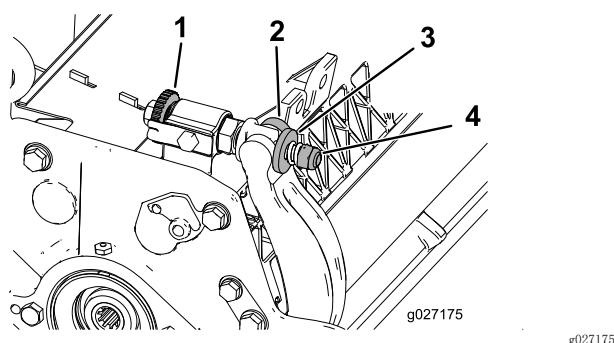

图29
1. 逆时针旋转底刀架调节螺丝, 将底刀后撤离开滚刀 (图29)。
2. 退出弹簧加压螺母, 直到垫圈不再对底刀架 (图29) 施压。